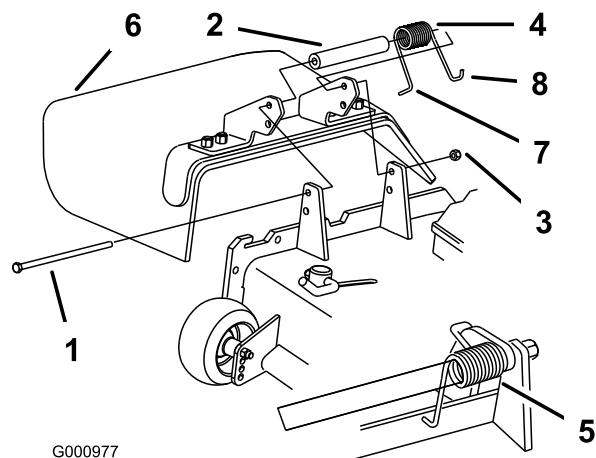

図 36
1. デフレクタをピボットブラケットに固定しているロックナット、ボルト、スプリング、スペーサを外す(図 36)。デフレクタを取り外す。
**注** ボルトを取り付ける前に、スプリングの L 字形フックが、図 36 のようにデッキのエッジの後ろに取り付けられていることを確認してください。
3. ボルトとナットを取り付ける。スプリングの右側の J 字形フックを、デフレクタに引っ掛ける図 36。